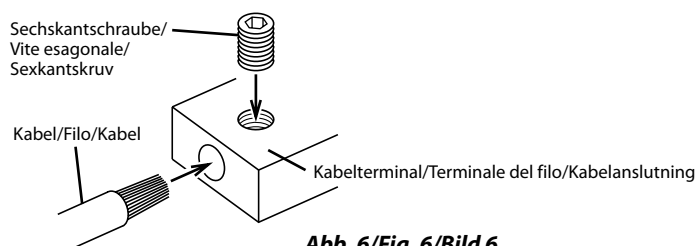

Abb. 6/ Fig. 6/ Bild 6
3. Ziehen Sie die Schraube mit dem Sechskantschlüssel (mitgeliefert) an, um das Kabel sicher zu befestigen. (Abb. 6)
3. Serrate la vite installata con la chiave esagonale (in dotazione) per fissare il filo in posizione. (Fig. 6)
3. Dra åt stoppskruven med sexkantsnyckeln (ingår) för att säkra kabeln. (Fig. 6)